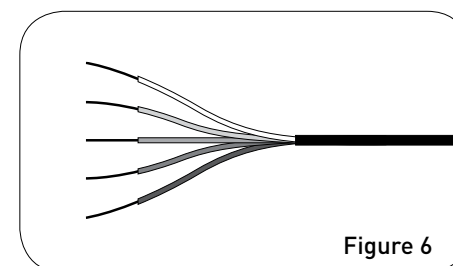

Figure 6
- Retirez 2,2 à 2,5 cm (7/8 – 1 po) d'isolation de chaque fil (figure 6).